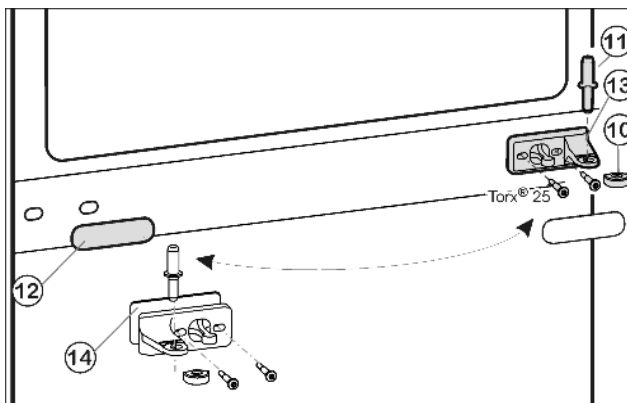
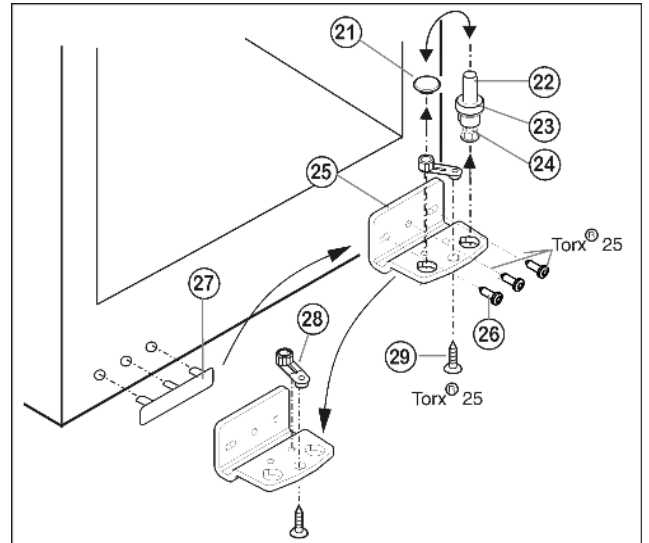

Fig. 5
Fig. 6
- ▶ Вытащите из опорного кронштейна и нижней дверцы средний опорный винт *Fig. 5 (11)*.
- ▶ Снимите пластмассовый колпачок *Fig. 5 (10)*.
- ▶ Открутите средний опорный кронштейн *Fig. 5 (13)* (2 шт. Torx® 25).
- ▶ Осторожно снимите накладку *Fig. 5 (12)*.
- ▶ Прикрутите средний опорный кронштейн *Fig. 5 (13)* с подкладкой *Fig. 5 (14)* с поворотом на 180° на новую сторону шарнира (**с моментом 4 Нм**).
- ▶ Защелкните накладку *Fig. 5 (12)*, повернув на 180°, на стороне, где теперь будет ручка.
- ▶ Извлеките опорный винт *Fig. 6 (22)* в комплекте с шайбой *Fig. 6 (23)* и регулируемой опорой *Fig. 6 (24)*, вытягивая его вверх.
- ▶ Снимите пробку *Fig. 6 (21)*.
- ▶ Открутите *Fig. 6 (26)* опорный кронштейн *Fig. 6 (25)*.
- ▶ Открутите *Fig. 6 (29)* опорную деталь *Fig. 6 (28)* и, переставив в отверстие на противоположной стороне опорного кронштейна, снова прикрутите.
- ▶ Осторожно снимите и переставьте на противоположную сторону крышку со стороны ручки *Fig. 6 (27)*.
- ▶ Снова прикрутите опорный кронштейн *Fig. 6 (25)* на новой стороне шарнира (**с моментом 4 Нм**). При необходимости используйте аккумуляторный шурупверт.
- ▶ Переставьте пробку *Fig. 6 (21)* в свободное отверстие.
- ▶ Вновь установите опорный винт *Fig. 6 (22)* в комплекте с шайбой и регулируемой опорой. При этом фиксатор должен быть направлен назад.
- ▶ Установите нижнюю дверцу сверху на нижний опорный винт Fig. 6 (22).
- ▶ Снова наденьте пластмассовый колпачок Fig. 5 (10) на средний опорный кронштейн Fig. 5 (13).
- ▶ Вставьте средний опорный винт Fig. 5 (11) на новой стороне шарнира через средний опорный кронштейн Fig. 5 (13) в нижнюю дверцу.
- ▶ Установите верхнюю дверцу на средний опорный винт Fig. 5 (11).
- ▶ При необходимости выровняйте дверцы через два продольных паза в нижнем опорном кронштейне Fig. 6 (25) и среднем опорном кронштейне Fig. 5 (13) параллельно корпусу устройства. Для этого выкрутите средний винт на нижнем опорном кронштейне Fig. 6 (25).